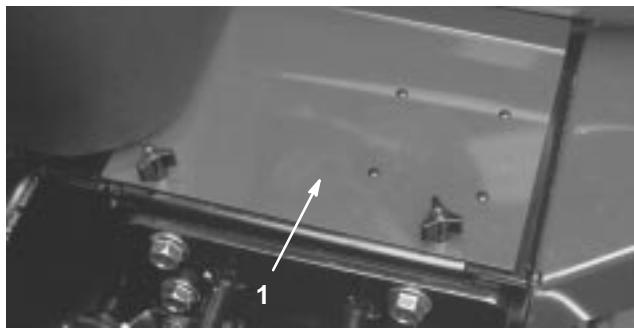

Bild 1
2. Entfernen Sie die Batterieabdeckung (Bild 1).